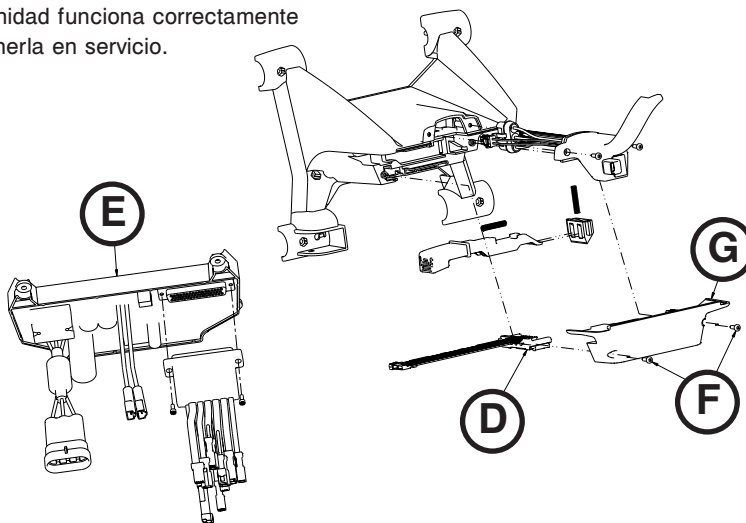

Figura 64
6. Desconecte los cables negro y rojo que conectan el conjunto del cable conector de la camilla (D) a la tarjeta de control (E) (Figura 64).
7. Con un destornillador Torx T20, extraiga los dos tornillos delta (C) de la placa inferior de la carcasa del extremo inferior (G) para extraer la carcasa (Figura 64). Guarde todas las piezas para cuando tenga que instalarlas de nuevo.